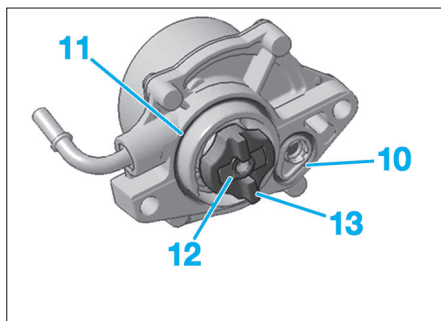

Fig. 26
A la **repose**, remplacer les joints (10), (11) (Fig.26).